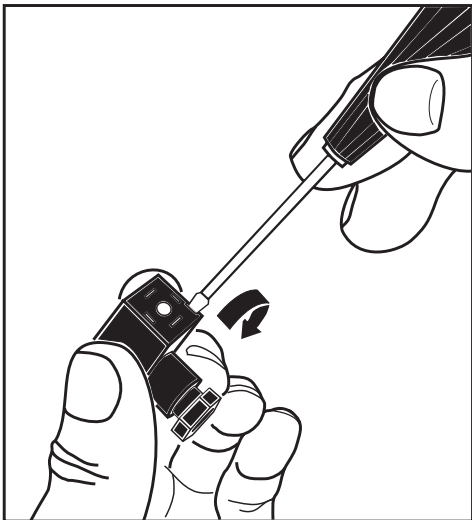
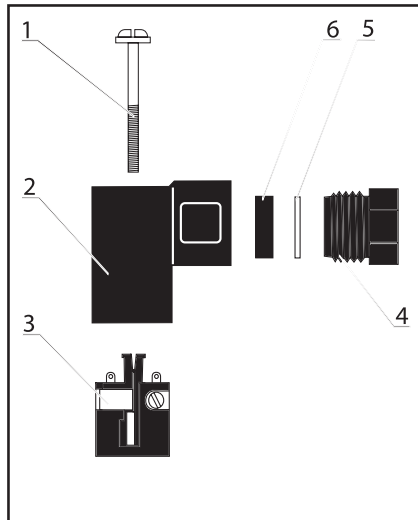

Рис. 2
Рис. 3
- из кабельной части соединителя 2, вставив в специальный паз в углу контактного поля узкую плоскую отвертку и повернув ее, как показано на рис. 2, вынуть контактодержатель 3 (рис. 3);